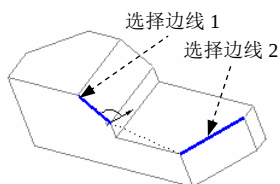

图 8.1.18 测量线与线间的角度
- (1) 选取图 8.1.18 所示的边线 1。
- (2) 按住 Ctrl 键，选取图 8.1.18 所示的边线 2。